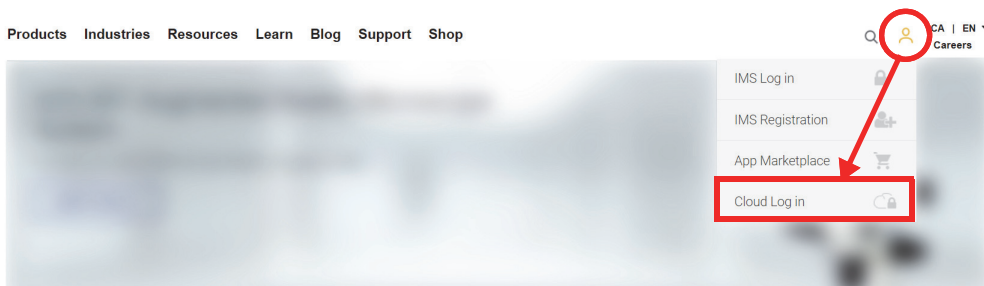

Figura 9-5 Cloud Log in (login del cloud)
- Se è necessario creare un nuovo account nell'OSC, passare a www.olympus-ims.com cliccare su **Cloud Log in** (login del cloud) per creare il proprio account (vedi Figura 9-5 a pagina 237).